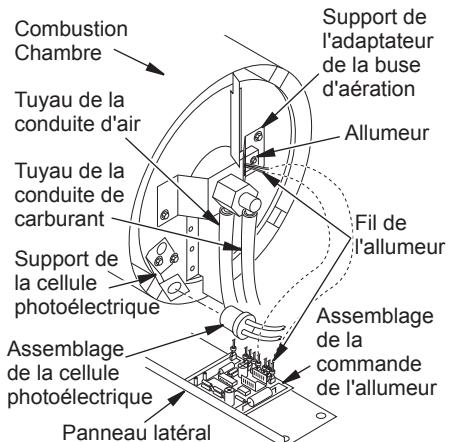

Figure 21 - Débranchement des fils de l'allumeur de l'assemblage de la commande d'allumage
- Débranchez les fils d'allumage de l'assemblage de la commande d'allumage (voir figure 21). Tirez sur les fils d'allumage par le trou de la partie inférieure de l'habillage.
- Débranchez le tuyau de la conduite de carburant et le tuyau de la conduite d'air. Retirez la cellule photoélectrique de son support (voir figure 21).